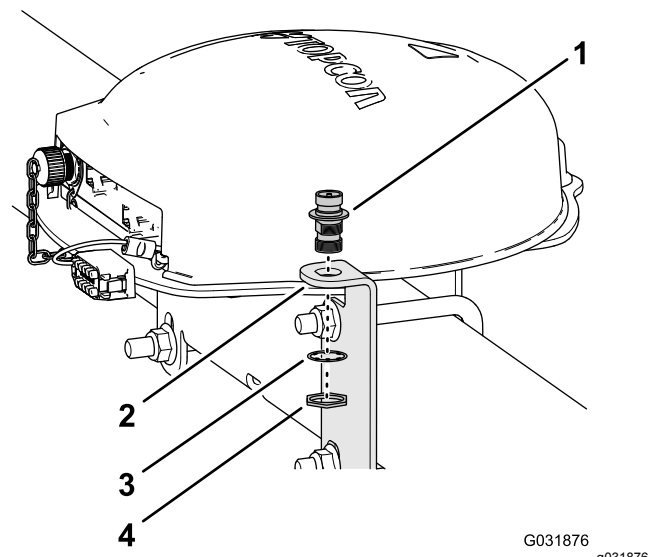

Figure 127
1. Passez le coupleur coaxial dans l'ouverture du support d'antenne RTK en orientant les filetages de traversée vers le bas (Figure 127).
2. Assemblez le coupleur coaxial sur le support d'antenne à l'aide de la rondelle-frein et de l'écrou de blocage, et serrez l'écrou à la main (Figure 127).